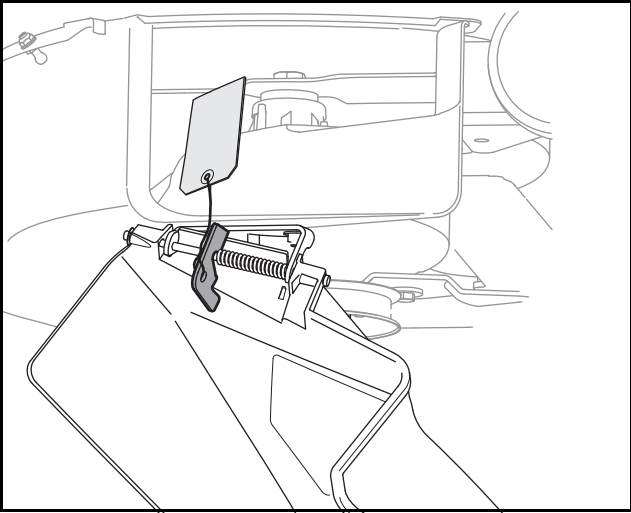

Figure 5
Placez le tracteur sur une surface ferme et plane, de préférence goudronnée. Consultez le Figure 5 et procédez comme suit :
- Repérez le support de la goulotte d'éjection et son étiquette d'avertissement sur la droite du plateau de coupe, entre la goulotte d'éjection et le plateau de coupe. Voir la Figure 5.